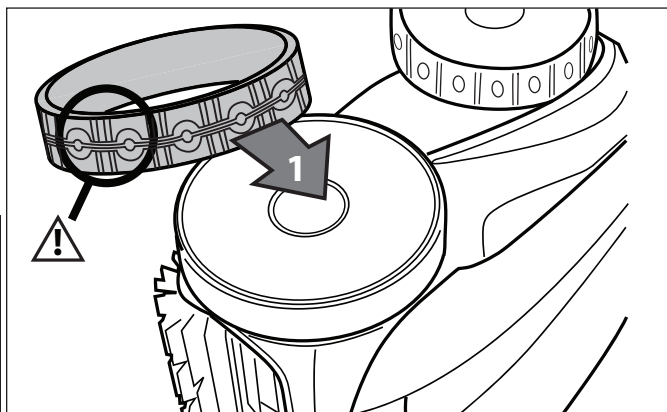

Figure 35. Sens pour remettre un pneu
3. Pour remplacer le pneu, le positionner sur la roue en s'assurant de l'orienter de manière à ce que la bande de roulement soit sur le côté extérieur de la roue. Voir la Figure 35.